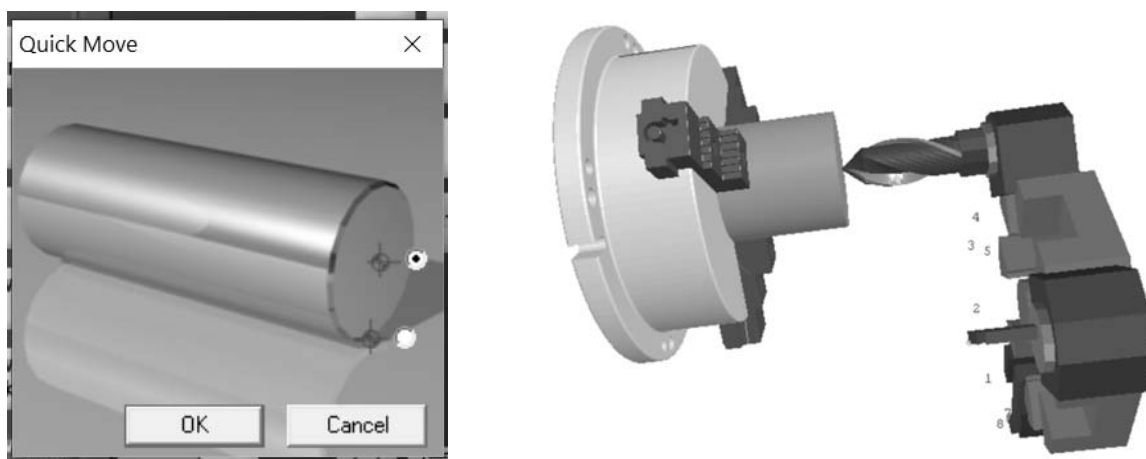

Рисунок 2.21 – Точка привязки сверла
10.5 Привязка сверла и токарного расточного резца выполняется аналогично привязке токарного проходного резца. Для сверла точка привязки находится на оси детали (рисунок 2.21):